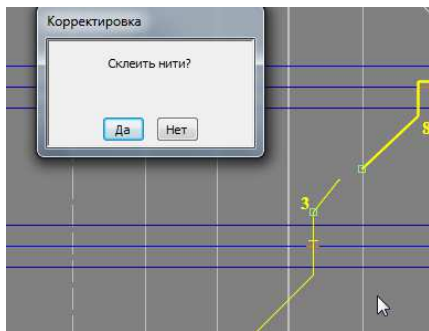

Рис.81. Склейка нитей
4. В появившемся диалоговом окне «Склеить нить» выберите «Да» для того, чтобы склеить нити, «Нет», чтобы отказаться от этого (см. рис.81).